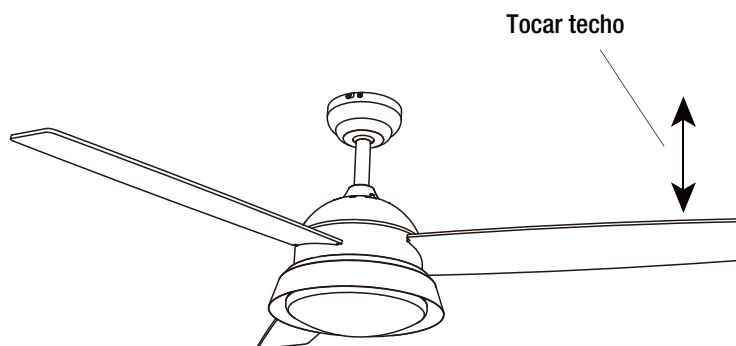

Figura 16
- La mayoría de problemas de bamboleo ocurren cuando los niveles de las aspas son desiguales. Verifique este nivel midiendo la distancia desde la punta de un aspa hasta el techo, como se muestra en la Figura 16. Gire el ventilador hasta que la siguiente aspa esté colocada en el mismo lugar que la anterior y mida nuevamente. Repita para cada aspa. Las medidas deben estar dentro de 1/8 pulg (3 mm).